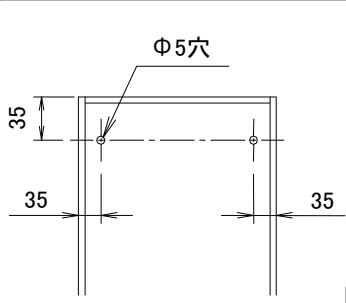

図2
- ②中台キャビネットの板に下穴(Φ5穴)を加工してください。(図2)